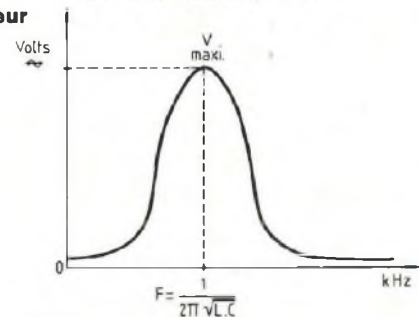

Fig. 5 : Réponse du circuit oscillant LC au balayage en fréquence.
détecter la surtension montrée en figure 5. A ce moment, et à l'aide d'un fréquencemètre et d'une calculatrice, il vient :
1) EN BASSE FREQUENCE LE TYPE POUR FILTRE PASSIF D'ENCEINTES Représenté en figure 5, il est utile de connaître la formule de Wheeler :